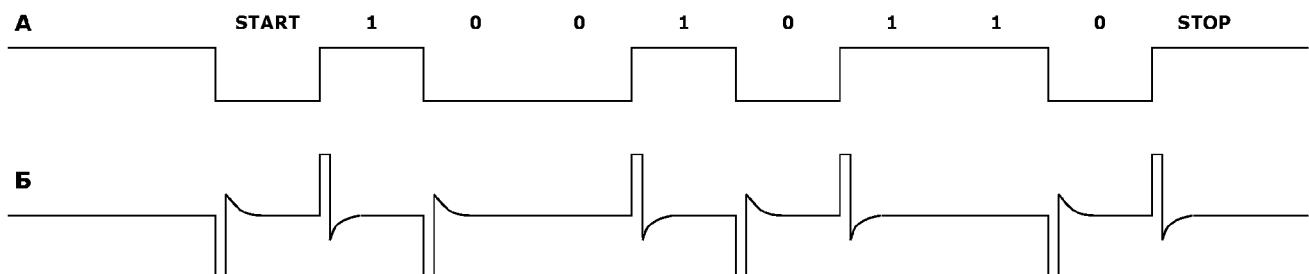

Рис.2
Конвертор осуществляет преобразование сигналов формата RS232/485 (рис.2-А) к виду, пригодному для передачи через трансформатор связи. Для этого исходный сигнал (A) "дифференцируется", и в точках перехода 1\0 и 0/1 формируется биполярный импульсный сигнал (рис.2-Б), который не содержит постоянной составляющей. Количество положительных и отрицательных импульсов в таком сигнале, как видим, одинаково.